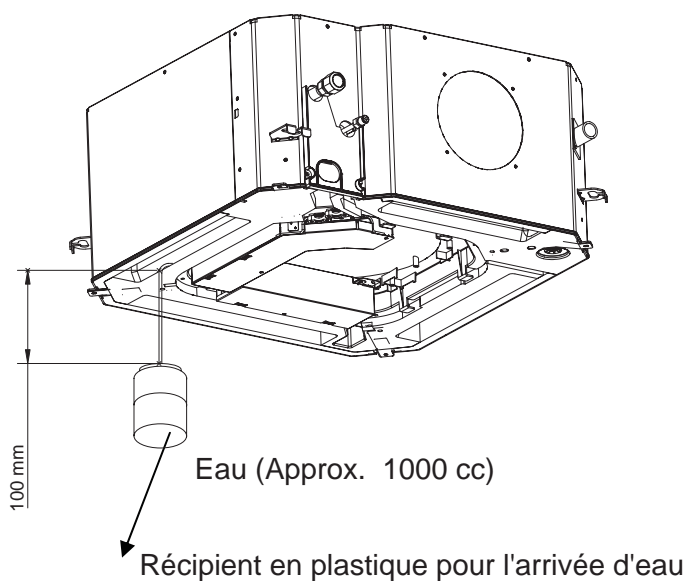

Figure 12
3. Injectez lentement près de 1000 cc d'eau dans le drainage.(Figure 12)